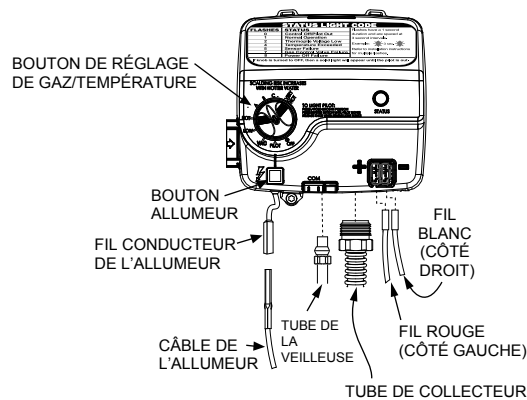

FIGURE 20.
1. Mettre le bouton de la commande de gaz/température en position « ARRÊT (OFF) » (Figure 20).
5. Déconnecter ce qui suit du régulateur de gaz/thermostat : le tube de la veilleuse (clé SAE 7/16 po), le fil de l'allumeur (du fil conducteur de l'allumeur), et le tube du collecteur (clé SAE 3/4 po). Voir Figure 20. **REMARQUE :** Le tube du collecteur comprend un filetage à pas (à gauche) pour les systèmes au gaz G.P.L.
6. Reconnecter le tube du collecteur (clé 3/4 po SAE) et le tube de la veilleuse (clé 7/16 po SAE) au régulateur de gaz/thermostat (Figure 20). Ne pas fausser le filetage ou appliquer de mastic pour filetage à ces raccords.
8. Reconnecter le fil de l'allumeur (Figure 20).
4. Déconnecter le fil de l'allumeur du fil conducteur de la veilleuse. Utiliser une pince à bec effilé pour déconnecter les fils rouge (+) et blanc (-) de la thermopile. Déconnecter le tube de la veilleuse (clé 7/16 po SAE) et le tube du collecteur (clé 3/4 po SAE) au niveau du régulateur de gaz/thermostat (Figure 20). **REMARQUE :** Le tube du collecteur comprend un filetage à pas (à gauche) pour les systèmes au gaz G.P.L.